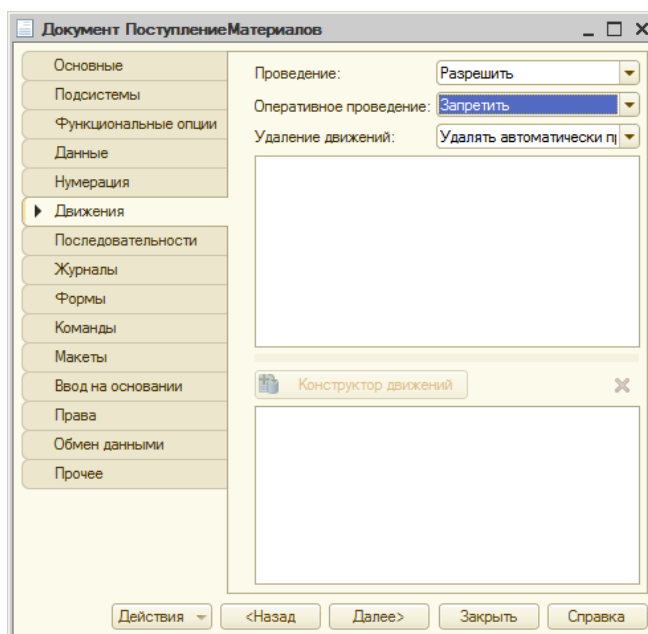

Рисунок 11.3- Настройка параметров проведения документа
3. Закладка **Движения**, Рисунок 11.3., позволяет управлять проведением документа.